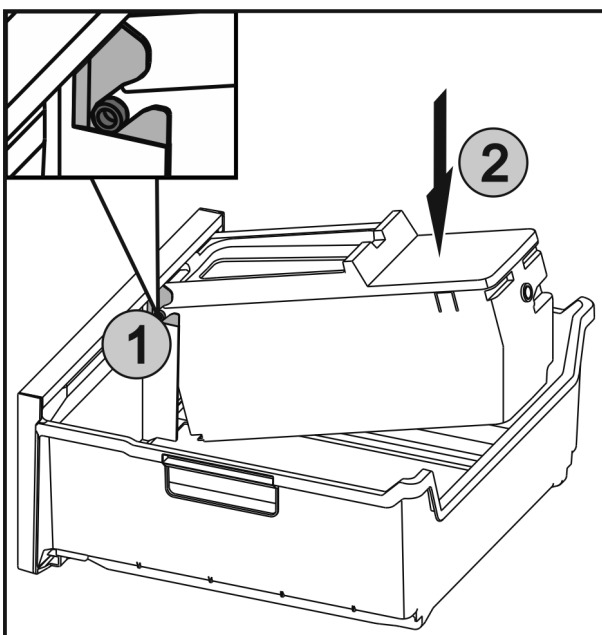

Fig. 66
- ▶ Вкарайте осите Fig. 66 (1) на EasyTwist-Ice във водачите и натиснете задната страна Fig. 66 (2), докато езичето се фиксира.